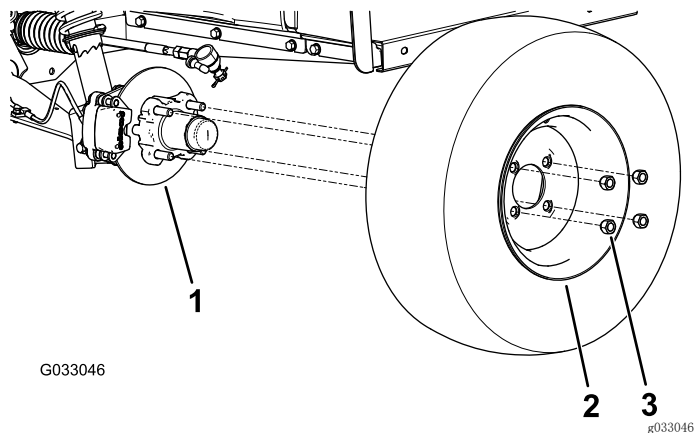

图 22
2. 卸下将车轮固定到轮毂上的 4 个车轮螺母（图 22）。
4. 将车轮中的孔与轮毂中的螺栓对齐，并将车轮安装到轮毂上，阀杆向外（图 22）。
5. 使用车轮螺母将车轮固定到轮毂上（图 22）。